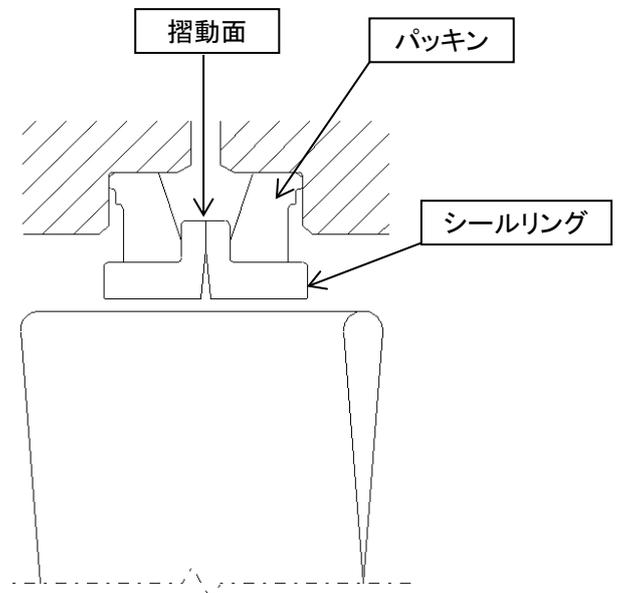

図 1
② フローティングシールの構造
- ・フローティングシールの断面形状は図1のようになっています。